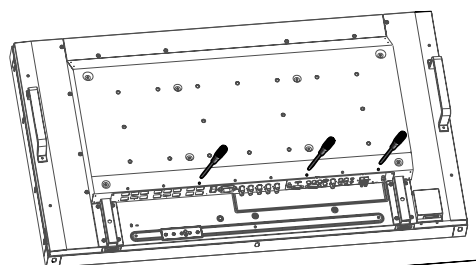

Figure 6
- Retirez les trois vis (Figure 6).